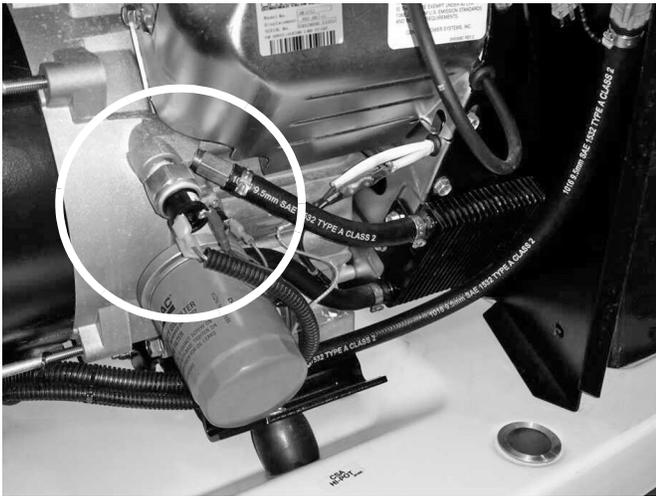

Figura 3-5.
- Inferior - cuadrante de funciones (D)
- Cablee el sensor de baja presión de aceite y use el tubo espiral (el cable sale del sensor de aceite, pasa debajo del motor, a través de la parte trasera del panel divisor del motor y termina en los relés) (vea la Figura 3-5)